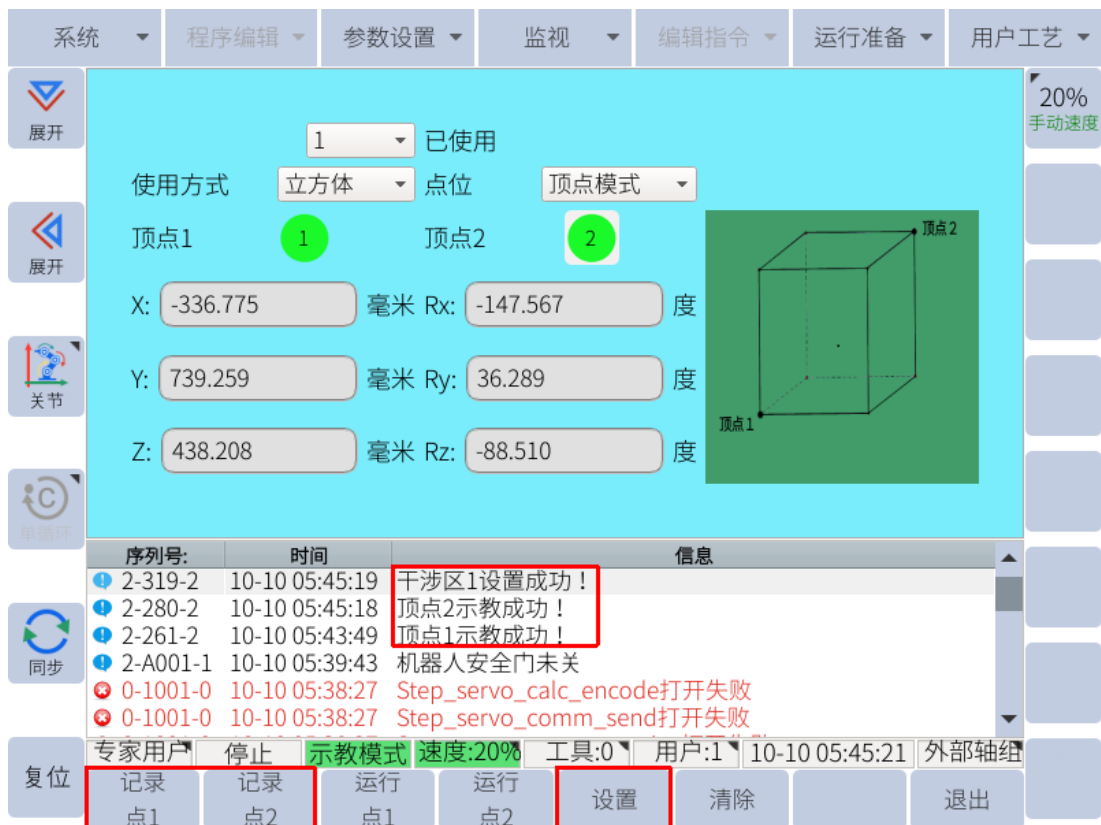

图 6-53：顶点模式
5. 点击子菜单栏的“设置”，干涉区即设置成功，如图 6-53 所示。